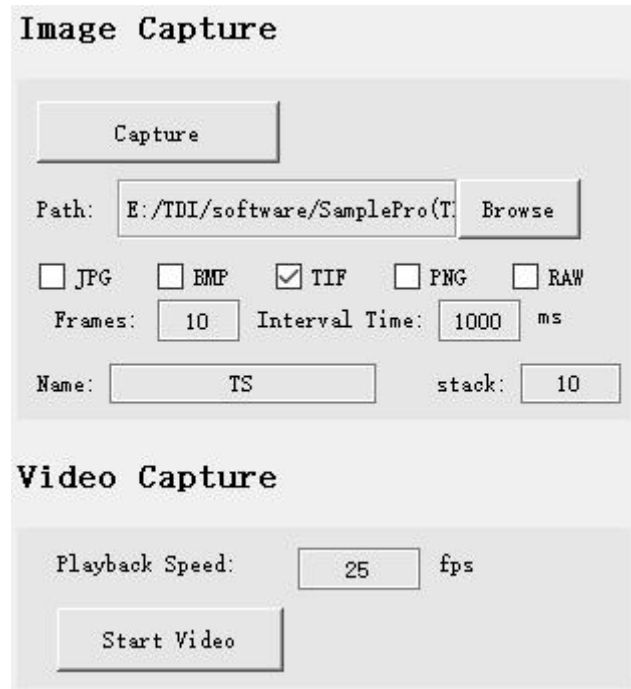

图 5-5 图像拍摄界面
- 2) 存储 tif 格式图像时，需要把图像调整的算法都设置成默认，见图 5-5，否则保存出来的图像是经过处理软件处理后的，比如色阶等等。